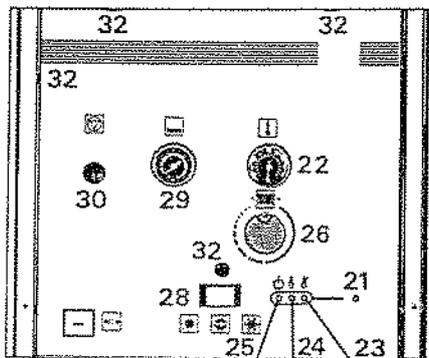

Fig. 1
- Placez l'interrupteur (28) (fig. 1) sur la position adéquate « été » ou « hiver ». Le voyant « vert » s'allume.
**Nota :** Si le brûleur ne s'allume pas (par exemple parce que la purge d'air de la canalisation n'était pas suffisante), la mise en sécurité par le dispositif de détection par ionisation intervient dans les 5 secondes. Après quelques instants, le voyant « rouge » s'allume, il est alors nécessaire d'appuyer sur le bouton (21) (fig. 1) de réarmement du boîtier électronique pour que le cycle d'allumage recommence. Un délai de sécurité est prévu entre deux tentatives consécutives d'allumage.
Réglez l'aquastat (26) (fig. 1) de la chaudière en fonction de la température extérieure et de la température intérieure désirée.
Par temps froid, le bouton de réglage de l'aquastat de la chaudière (26) (fig. 1) peut être laissé en permanence au maximum, c'est-à-dire tourné en position « + ».
Placer l'interrupteur électrique (28) (fig. 1) sur la position « ÉTÉ ». La chaudière fonctionne en eau chaude uniquement.
Si l'aiguille du manomètre (29) (fig. 1) descend au-dessous de 1 bar à froid, rétablissez le plein d'eau de votre installation en procédant de la façon suivante :
- lorsque l'aiguille a atteint environ 1,5 bar (29) (fig. 1), refermez le robinet.
### Démontage de l'écran (fig. 1).
### Dégommage de la pompe (fig. 1)